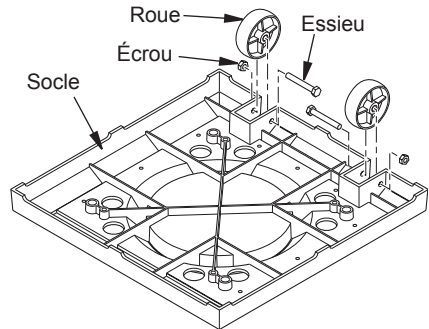
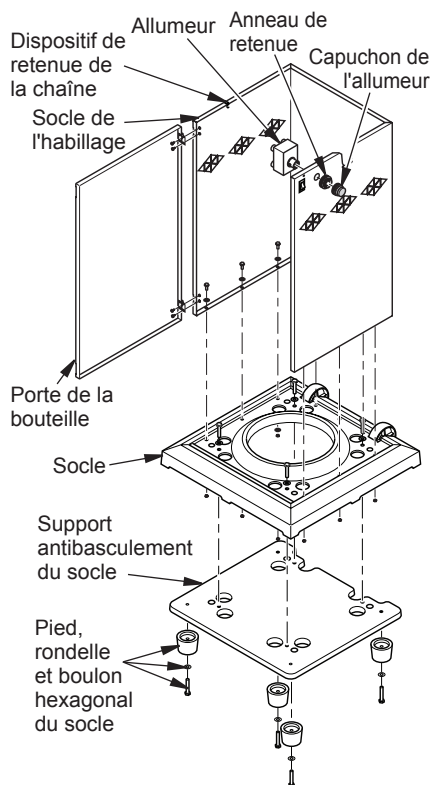

Figure 3 - Raccordement des roues au socle
Figure 4 - Assemblage du socle de l'habillage
1. Mettez le socle à l'envers. Fixez les 2 roues, 2 essieux (I) et 2 écrous (J), comme illustré à la figure 3. Ne serrez pas trop.
2. Attachez les 4 pieds du socle au support antibasculement du socle avec 4 rondelles (B) et 4 vis (A) comme illustré à la figure 4. Les pieds seront montés sur la partie surélevée du support antibasculement.
3. En faisant attention à ne pas égratigner la peinture, placez le socle de l'habillage sur son dos (utilisez un bloc de mousse pour soutenir l'arrière du socle de l'habillage). Alignez les trous du rebord inférieur du socle de l'habillage avec les trous du socle comme illustré à la figure 3. Fixez avec 1 vis (C), 1 rondelle (D) et 1 écrou (E) dans chacun des neuf trous (voir figure 4). Placez l'assemblage à la verticale.
4. Fixez le socle au support antibasculement avec 4 boulons hexagonaux (A) et 4 rondelles (B) comme illustré à la figure 4.
5. Accrochez les crochets (en forme de « S ») de retenue de la chaîne aux rebords supérieurs du socle de l'habillage, comme illustré à la figure 4.
6. Installez l'allumeur électronique sur la paroi de l'habillage comme illustré à la figure 4. Serrez à la main.
7. Fixez la porte du réservoir à l'habillage avec 4 vis (F) et 4 écrou (G) comme illustré à la figure 4, page 5. Placez l'assemblage de côté.